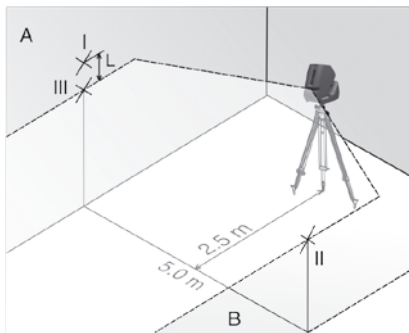

рис. 2
- установите прибор, повернув его на 180° (см. рис. 2)